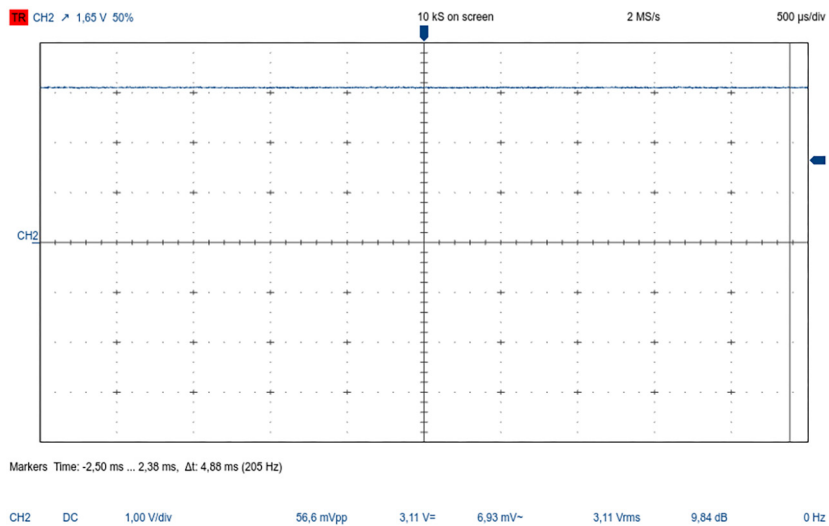

Рис. 6.12. ШИМ сигнал на осциллографе
5) $D = 1$ (на выходе постоянные $+3.3$ В) (рис. 6.12).